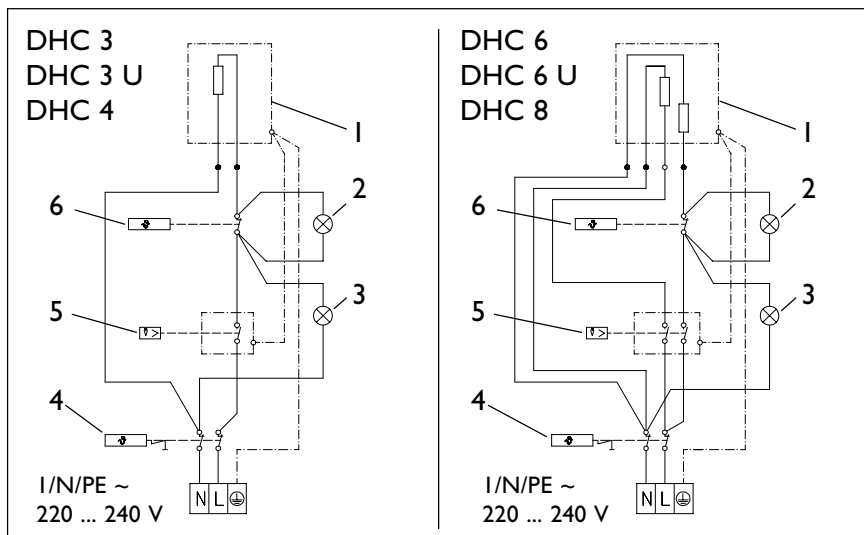

Рис. 14
Прибор должен быть заземлен (см.рис. 14).
Пояснения к рис. 14
- Осуществить электрическое подключение в клеммной коробке (поз. 10) в соответствии с электрической схемой на рис. 14 и закрутить винты кабельного зажима.
- Подготовить провод (поз. 7) для электрического подключения в клеммной коробке (поз. 10) в соответствии с электрической схемой на рис. 14.
- Стационарно проложить провод (поз. 15) для электрического подключения в клеммной коробке (поз. 16) в соответствии с электрической схемой на рис. 14.
- Электрическое подключение в клеммной коробке (поз. 10) осуществить в соответствии со схемой на рис. 14.